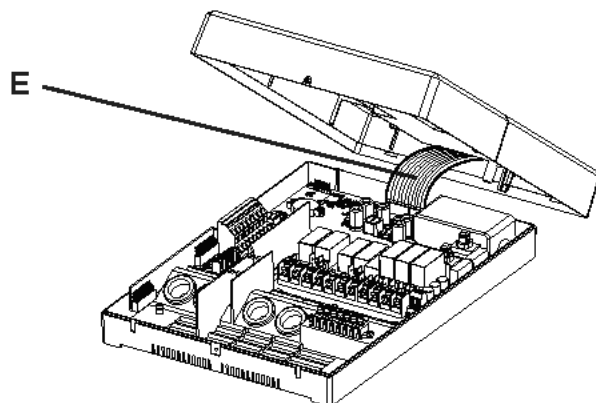

**Abb.3 Flachbandkabel ausstecken**
3. Ziehen Sie vorsichtig am Flachbandkabel **E** um dieses aus der Anschlussbuchse zu lösen (**Abb.3**).